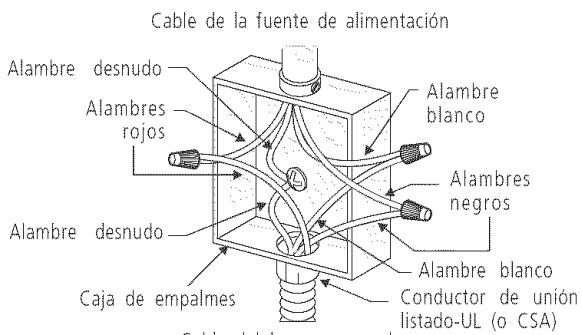

Figura 3
ADVERTENCIA El marco esta aterrizado a través del cable neutro. Si es usado el electrodoméstico en una casa móvil (1996 NEC), vehículos recreativos, o donde las leyes locales no permitan aterrizar a través del cable neutro vea figura 3.
- Si este horno se va a usar en una casa sobre ruedas o si los códigos locales NO permiten que el armazón este conectado al neutro (blanco) de la toma a tierra, separe el alambre blanco y el de toma a tierra pelado que salen del final del cable de suministro de energía al electrodoméstico. Conecte el alambre blanco del cable de suministro de energía al alambre blanco neutro en la caja de empalme. Conecte el alambre negro y el alambre rojo del cable de suministro de energía, emparejando los colores con los alambres correspondientes en la caja de empalme. El alambre pelado debe de usarse ahora para la toma a tierra del electrodoméstico de acuerdo con los códigos eléctricos locales. Conecte el alambre de cobre pelado de toma a tierra al alambre de toma a tierra en el panel de servicio. NO conecte la toma a tierra a una tubería de suministro de gas. NO conecte el suministro de energía eléctrica hasta que el electrodoméstico tenga su toma a tierra instalada permanentemente. Conecte el alambre de toma a tierra antes de enchufar por primera vez el electrodoméstico (figura 3).